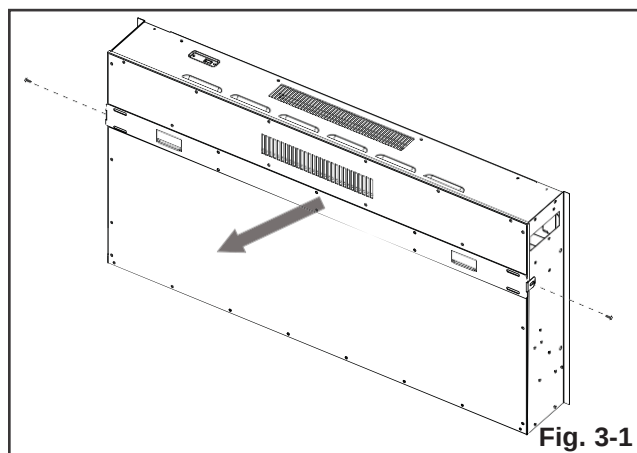

Fig. 3-1
- D. Placez l'appareil face vers le bas sur une surface douce et non abrasive. Retirez le support de fixation murale situé à l'arrière de l'appareil en retirant les vis (**Fig. 3-1**). Réglez le support et les vis de côté.